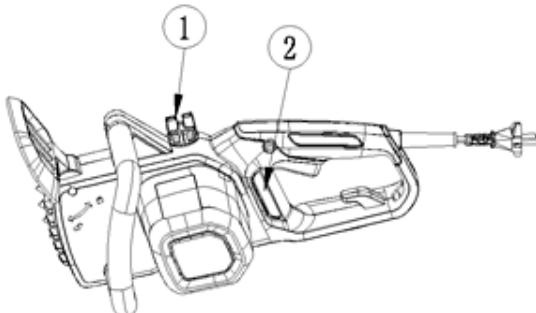

Рис. 12
9.5 Заправка маслом для смазки цепи (рис. 12)
1. Для контроля уровня масла в резервуаре предусмотрено контрольное окно (рис.12 поз.2). Масло всегда должно быть между отметками, минимального и максимального уровня.
2. Для заправки малом, открутите крышку (рис.12 поз.1), долейте масло и закрутите крышку (рис.12 поз.1).